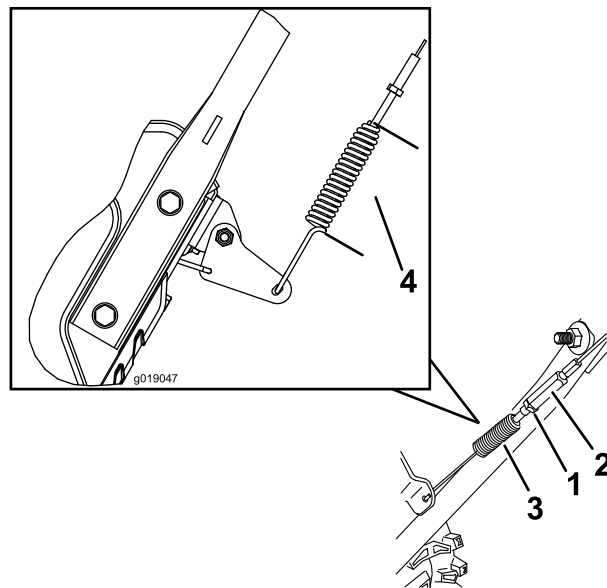

Рисунок 40
- Ослабьте натяжение или подтяните винтовую стяжку, чтобы отрегулировать длину пружины на 7 см (Рисунок 40).
- Затяните контргайку (Рисунок 40), убедившись, что имеется небольшое натяжение тросика.